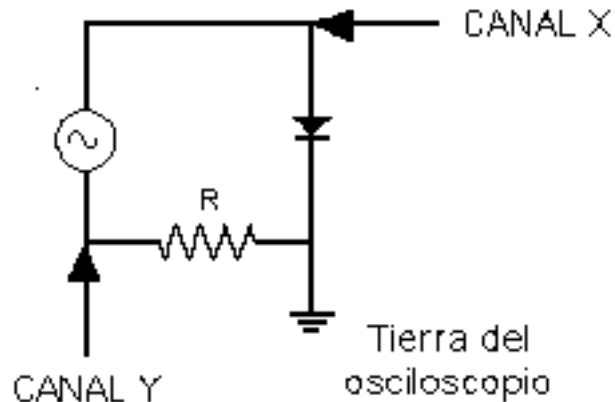

Figura 4.1. Circuito para observar las características corriente-voltaje del diodo
- 3.- Después de observar la Figura 4.1, la cual representa el circuito con el que va a visualizar la característica corriente-voltaje del diodo rectificador en la pantalla del osciloscopio, indique:
- a) Dado el circuito mostrado en la Figura 4.1, las especificaciones del dispositivo a su disposición y las indicaciones dadas por su profesor, determine el valor de la resistencia R y el valor pico de la amplitud que puede tener la señal producida por el generador para observar en el osciloscopio la curva característica i vs. v de este dispositivo.
b) Haga un diagrama de la señal que Ud. espera ver en la pantalla del osciloscopio, si las conexiones se realizan exactamente en la forma indicada en la Figura 4.1.
4.- Monte el circuito de la Figura 4.1 y obtenga en la pantalla del osciloscopio la curva característica de este dispositivo. Haga un diagrama en papel milimetrado. Si su osciloscopio tiene la posibilidad de invertir uno de los canales, obtenga la curva característica con la misma orientación que las curvas características estándar de los manuales y libros de texto. Identifique voltajes y corrientes clave en la curva dibujada.